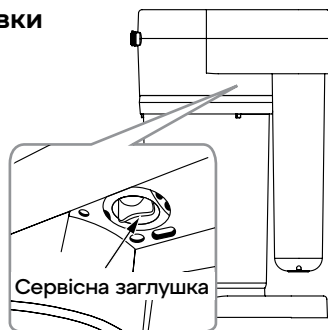

Рисунок 9
мембранного модуля встановлено в гніздо колектора з номером 2 (рис. 9). Якщо ні, то встановіть його. Потім встановіть змінний модуль K3 / K1 у гніздо колектора з номером 1 (Таблиця 1).
- Замініть мембранний модуль сервісною заглушкою (рис. 9).